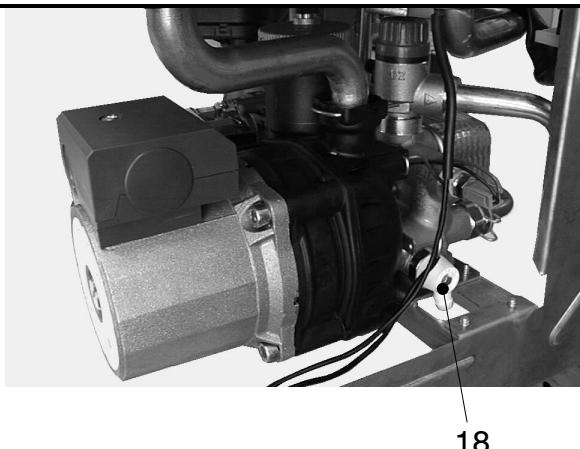

Fig. 8.4
2. Open the central heating drain cock (18 in Fig. 8.4).
2. Откройте сливной кран системы отопления (18 на рис. 8.4)